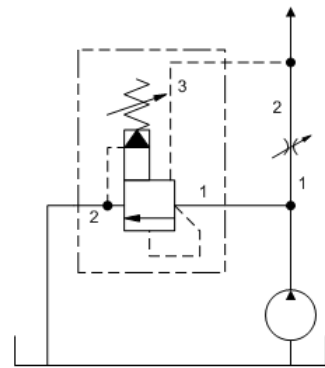

图3. 该图仅为说明，不具备实际回路的所有特征。
- 口3连至节流口出口处或负载端，口1连至入口处(见图3)。